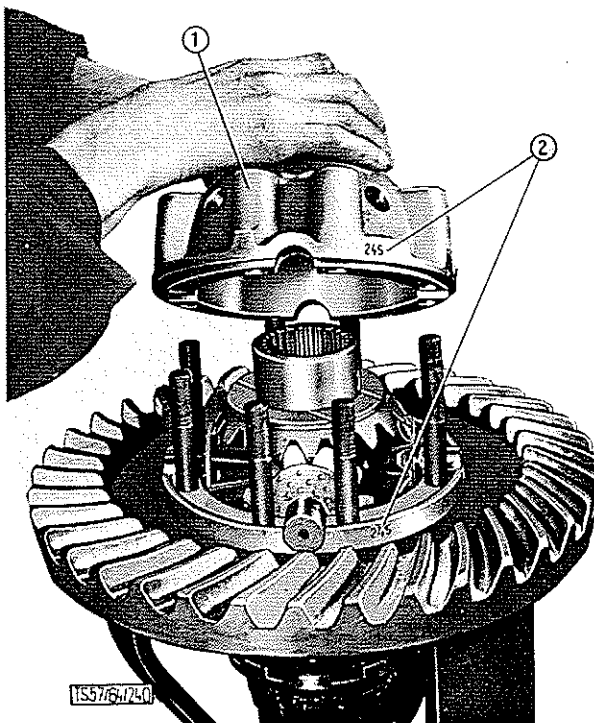

BILD 27: Ausgleichsgehäuse-Zusammenbau
5. Auf die im Gehäuse eingebauten kleinen Ausgleichskegelräder das zweite große Ausgleichskegelrad mit Zwischenscheibe (25/20) auflegen und die linke Gehäusehälfte anflanschen. Man achte darauf, daß die Markierungen fluchten (Bild 27).